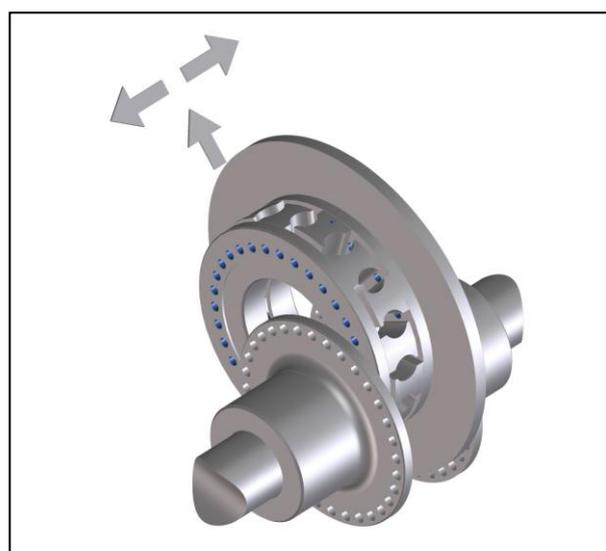

Bild 9
- Schieben Sie zuerst die Klauenringe (Teil 434) aus den Zentrierungen der Flanschnaben (Teil 411 bzw. 424) zusammen und heben Sie diese heraus (Bild 9).